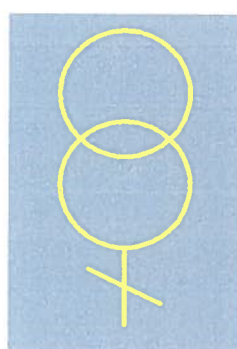

Fig. 7.110
3. Transformatorul de tensiune este în starea de „**legat la pământ**”. În această situație, transformatorul de tensiune va fi reprezentat cu culoarea galben indiferent de nivelul de tensiune. Fig. 7.110